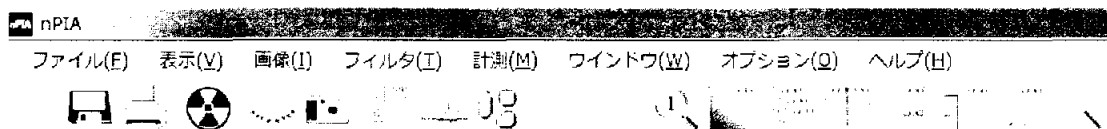

図2 画面最上部のアイコン
①画面最上部には、図2のように、アイコンが並んでいる。アイコンを左クリックすると、X線制御、画像取込、計測や粒子解析、印刷といった画像を扱うための便利な機能をスタートさせることが可能である。アイコンに描かれたイメージは非常に分かり易く、使い慣れてくるとメニュー等を使う場合と比べて、より簡単に操作することが可能である。